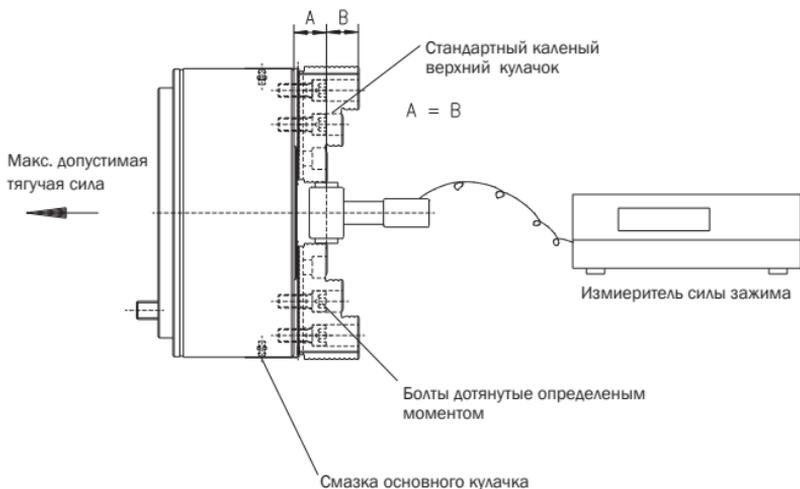

Рис. 5
Статичная сила зажима изменяется в зависимости от состояния смазки, вида густой смазки, высоты верхнего кулачка и других обстоятельств. Величины указанные в таблицах включают обстоятельства (смотреть Рис. 5):
1. Во время использования верхних мягких кулачков „BISON-BIAL“, величины силы зажима определяется в основе об измеритель силы зажима в центральном пункте высоты верхнего кулачка (измерение спереди патрона до верхней поверхности мягкого кулачка) как указано на Рис. 5.